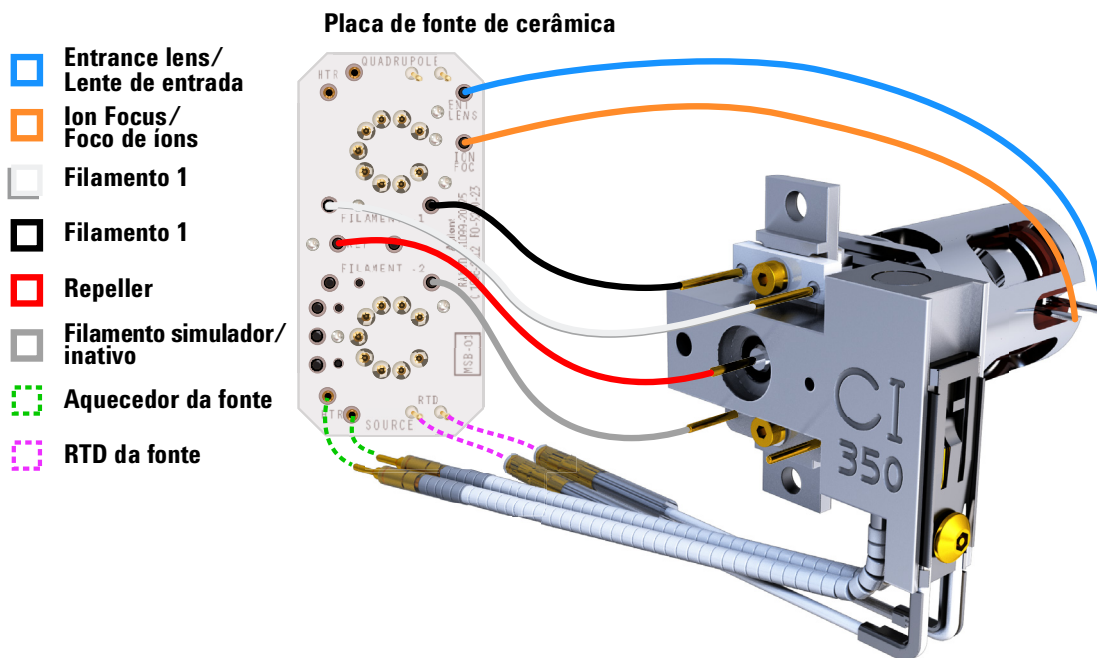

Figura 75 Fiação entre a placa da fonte de cerâmica e a fonte
- 1 Use alicates para conectar ou desconectar os fios da fiação da placa de cerâmica (vermelho, branco, preto e cinza) nos conectores da fonte. (Consulte **Figura 75.**)
- 2 Use alicates para conectar/desconectar os fios da fiação dos aquecedores da fonte na placa da fonte de cerâmica. (Consulte **Figura 75.**)